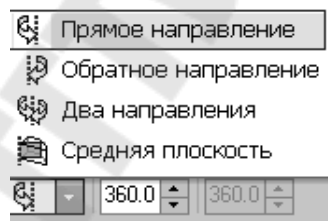

Рис. 63
6. Выберем **Прямое** направление вращения из списка **Направление** на панели свойств (рис. 63).